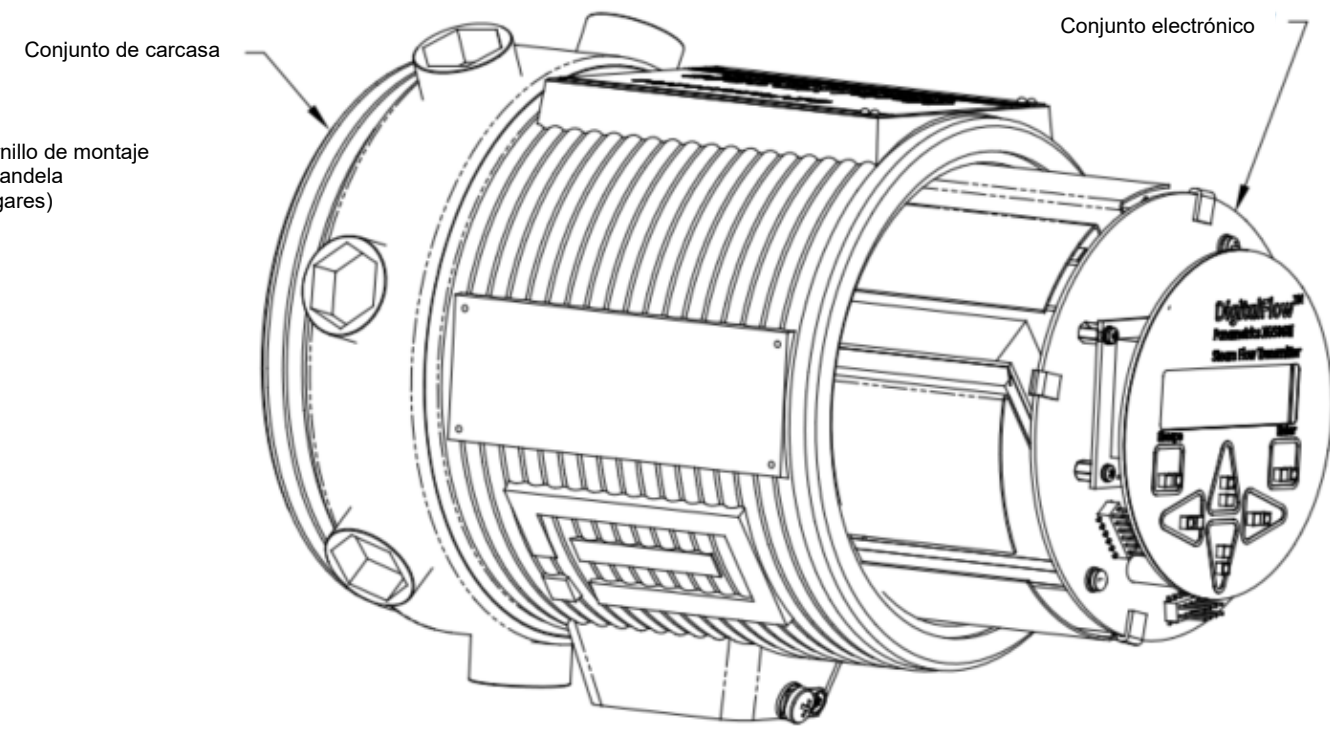

Ilustración 3
1. Deslice el extremo de la placa de terminales del conjunto de la placa de circuitos en la parte delantera de la caja del sistema electrónico. Alinee las ranuras de la circunferencia de la placa de terminales con los resaltes del interior de la caja y guíe el conjunto de la placa de circuitos hacia el interior de la caja hasta que la placa de terminales sobresalga de los resaltes de la parte posterior de la caja (véase *la ilustración 3*).